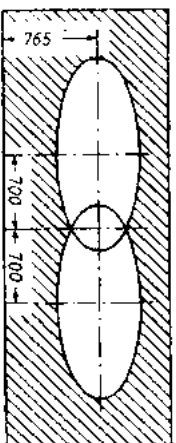

Рис. 89. Световые пятна нитей дальнего света фар типа ФГ21-Б.
3. Для фар ФГ21-Б включите дальний свет и, закрыв одну из фар, установите другую винтами наводки (сверху и сбоку фары, под ободком) так, чтобы центры пятен на экране соответствовали рис. 89. Таким же образом установите вторую фару.